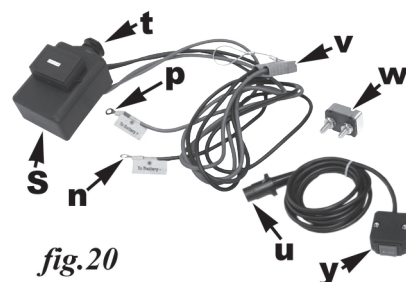

fig.20
Le boîtier de commande comprend un transpondeur qui peut se connecter à un interrupteur sans fil de commande à distance (en option à un coût supplémentaire). Il y a aussi un contrôle câblé de commande pour le treuil (y, fig.20) inclus pour faire fonctionner votre chasse-neige.
1. Fixer le boîtier de commande (s, fig.20) sur le véhicule dans le compartiment moteur. Montez-le en toute sécurité, loin des pièces en mouvement et des sources de chaleur. Prendre en considération la quantité de fil disponible pour accéder à la batterie du véhicule et le quantité de fil disponible pour se connecter aux conducteurs de treuil.
2. Faire parcourir le fil rouge (p, fig.20) et noirs (n, fig.20) attachés au connecteur bleu de 2 pouces (v, fig.20) vers l'avant à un point à l'extérieur à l'avant du véhicule près de l'attache, où la fiche peut être facilement connecté au chasse-neige. Laissez un peu de mou.
4. Le fil rouge doit être connecté à la borne positive de la batterie avec un disjoncteur en ligne de 35 ampères (w, fig.20) ou une fusible. Le circuit de 35 ampères est nécessaire pour éviter d'endommager le système électrique soit le treuil ou du véhicule.
5. Passer le câble de commande de sorte que l'interrupteur (y, fig.20) qui va dans la cabine du véhicule et la prise (u, fig.20) se raccorde à la douille dans la partie supérieure du boîtier de commande (t, fig.20).